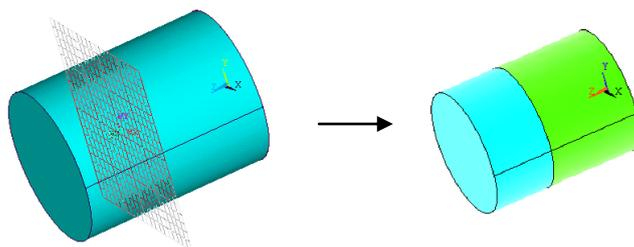

图3.68 工作平面对体的减运算
(1) 复制光盘目录“\ch03\ex4\”中的文件到工作目录，启动 ANSYS，单击工具栏上的  按钮打开数据库文件“ex4.db”。
(2) 单击 Main Menu> Preprocessor> Modeling> Operate> Booleans> Divide> Volu by WrkPlane 菜单，弹出图形拾取对话框，在图形视窗中选择柱体，然后单击【OK】按钮，即把柱体沿工作平面切成了两个，如图 3.68 右所示。